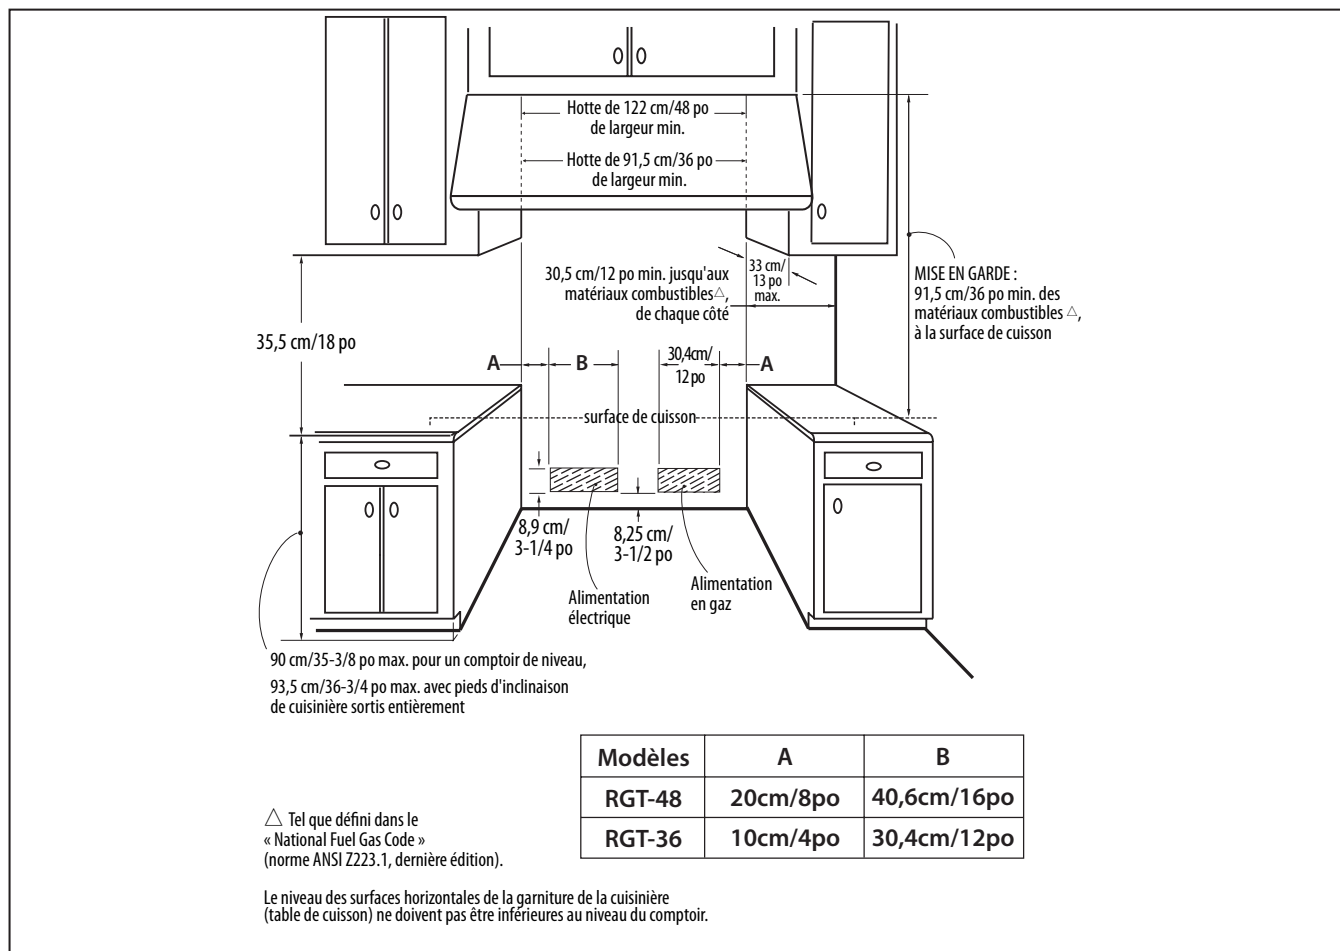

Fig. 10 Modèles RGT de 48 et 36 po seulement
1. La cuisinière est un appareil indépendant. Respectez les mesures de dégagement indiquées aux figures 10 (RGT-36 et 48) et 11 (RGT-305) si vous comptez la placer à côté d'armoires de cuisine. Les mêmes dégagements s'appliquent à une installation en îlot.
3. La source d'alimentation en gaz ou électrique doit se trouver dans les zones indiquées (figures 10 et 11).